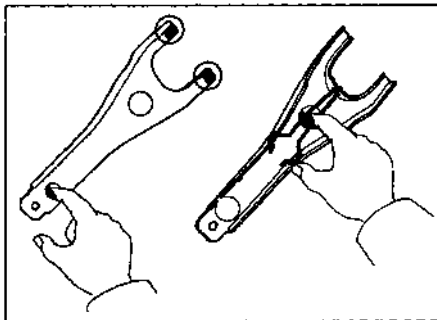

Рис. 4.6. Нанесите немного тугоплавкой смазки на рабочие поверхности вилки сцепления
- 6 Смажьте тугоплавкой смазкой опору вилки сцепления, а также толкатель рабочего цилиндра (см. рис. 4.6).